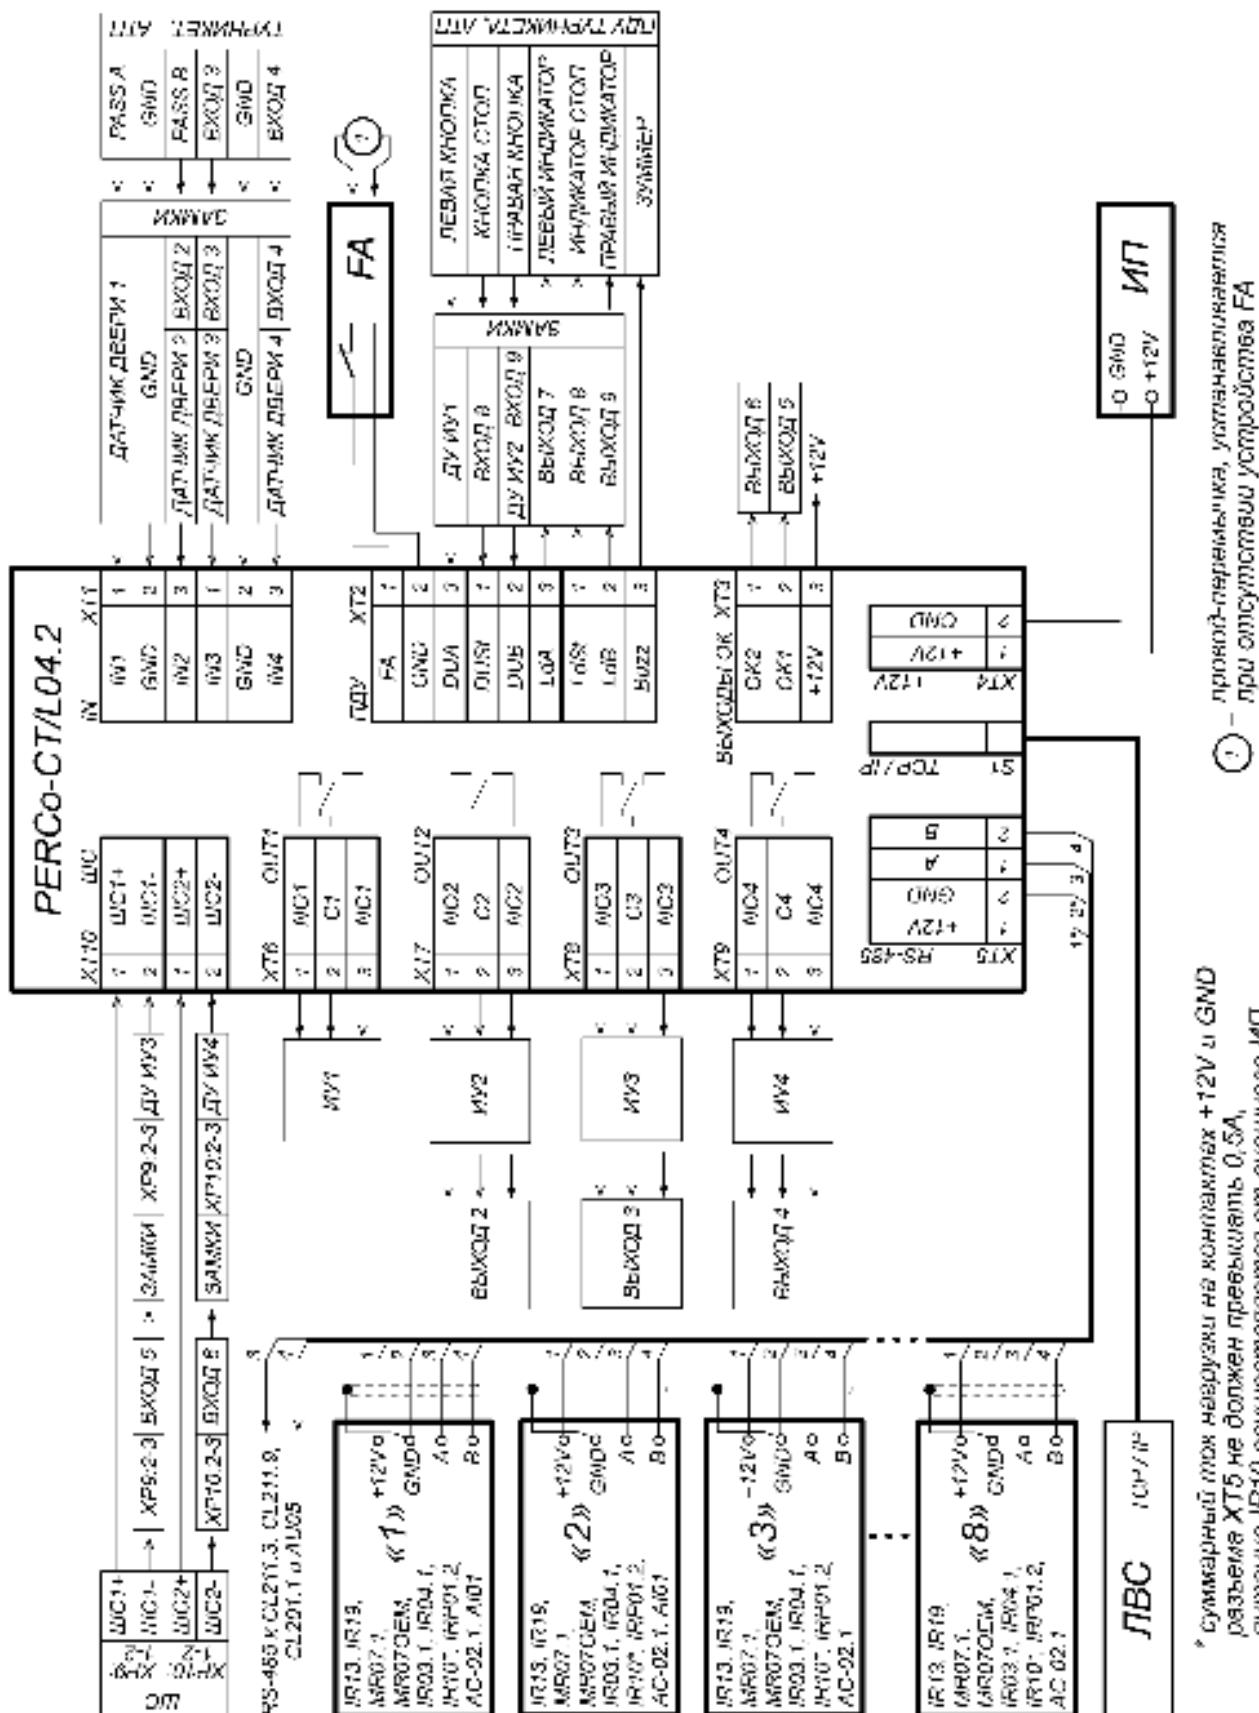

Рисунок 3. Общая схема подключений
При подключении к RS-485 руководствуйтесь инструкциями на подключаемые устройства и схемой, представленной на рис. 3. Для подключения линии связи RS-485 к контроллеру применяется кабель типа №2 (см. табл. 5).
Возможны следующие варианты подключения считывателей (см. рис. 3):
Подключение к контроллеру осуществляется согласно схемам, представленным на рис. 3 - 13. Используемые типы кабелей указаны в табл. 5. Расположение клеммных колодок на плате контроллера указано на рис. 1.
7. Установите ИП, подключите кабель от ИП к клеммной колодке **XT4** нижней платы контроллера согласно схеме, представленной на рис. 3.
2. Подключение замка производится к клеммным колодкам **XT6-XT9** нижней платы контроллера в соответствии со схемами подключения (см. рис. 3 - 5).
Аварийная разблокировка (аварийное открытие прохода) исполнительных устройств производится по команде устройства аварийной разблокировки (аварийного открытия прохода) *Fire Alarm*. Устройство *Fire Alarm* подключается к входу контроллера *FA* (контакты *FA* и *GND* клеммной колодки **ХТ2**, см. рис. 3, 5, 10). При отсутствии устройства *Fire Alarm* на вход должна быть установлена перемычка проводом (установлена при поставке). Параметры для сигнала *FA* указаны в разд. 5.5.2. При подаче управляющего сигнала на вход *FA* контроллер переводится в режим *Fire Alarm*. В этом режиме все подключенные ИУ разблокируются (открываются) для прохода в обоих направлениях. Другие команды управления при этом игнорируются.